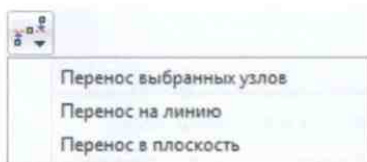

Рис. 6.2-14. Меню **Перенос узлов в заданную плоскость**
При нажатии кнопки **Перенос узлов в заданную плоскость** появляется выпадающее меню (рис. 6.2-14), в котором следует выбрать нужную операцию.
- активировать операцию, выбрав в выпадающем меню (рис. 6.2-14) **Перенос выбранных узлов**;